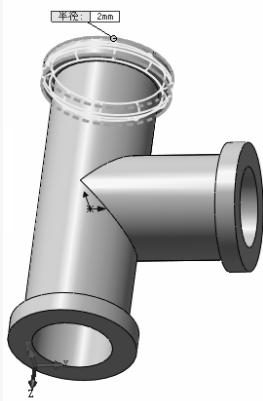

图 6-23 创建圆角
5) 创建圆角。单击“特征”控制面板中的（圆角）按钮，在弹出的“圆角”属性管理器中设置圆角类型为“恒定大小圆角”，在（半径）文本框中输入“2”，单击图标右侧的列表框，然后在图形区选择一个端面拉伸薄壁特征的两条边线，如图 6-23 所示。单击（确定）按钮，生成恒定大小圆角特征。